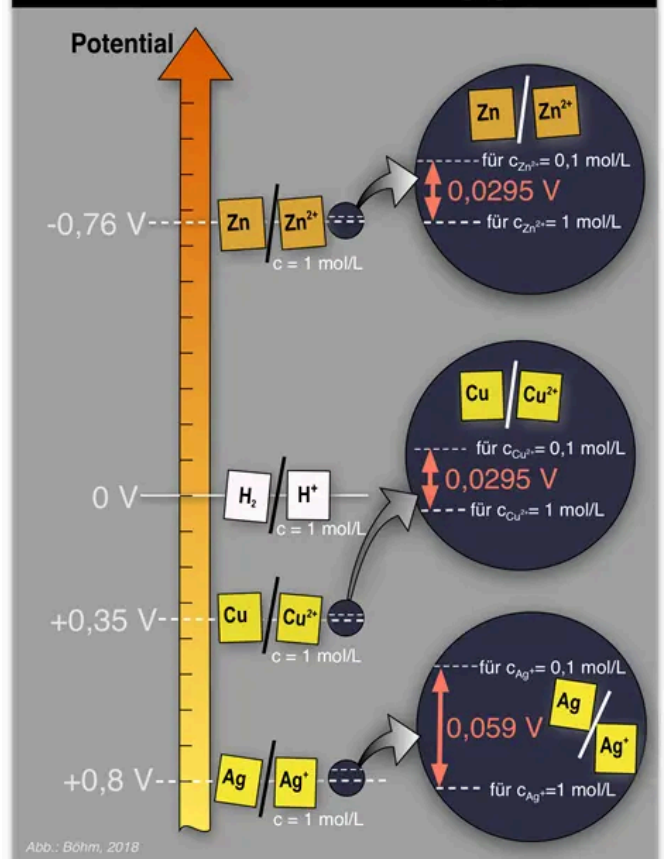

Abb. 4: Einfluss der Konzentration auf das elektrochemische Potential einer Halbzelle.²
- Entnehmen Sie der Darstellung in **Abb. 4**, in welcher Größenordnung und Richtung die Konzentration in einer Halbzelle ihr Potential beeinflusst.